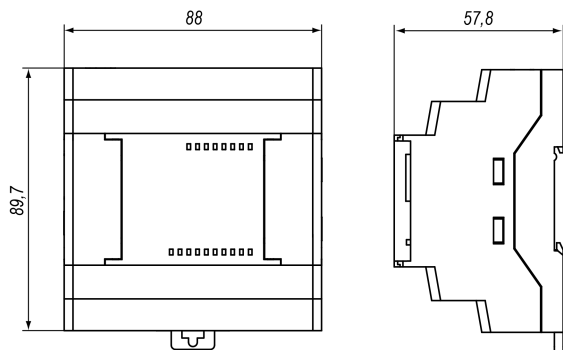

Рисунок 4 – Габаритные размеры
1. Подготовить на DIN-рейке место для установки прибора с учетом размеров корпуса (см. *рисунок 4*).